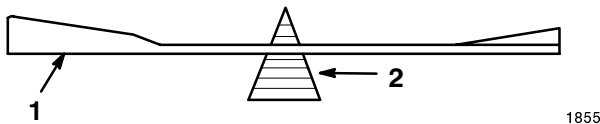

Bild 39
2. Überprüfen Sie die Auswuchtung des Schnitmessers auf einer Messerwaage (Bild 39). Wenn das Schnittmesser in seiner horizontalen Position bleibt, ist es ausgewuchtet und kann wiederverwendet werden. Feilen Sie, wenn das Schnittmesser nicht ausgewuchtet ist, an der Rückseite des Messers etwas Metall ab. Wiederholen Sie diesen Vorgang, bis das Messer ausgewuchtet ist.